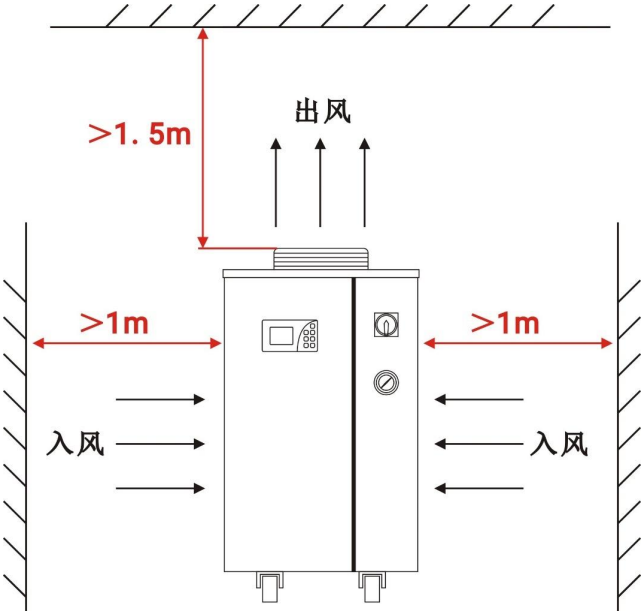

图3设备安装空间要求
- (3) 冷水机上面的出风口距离障碍物要留有 **1.5m** 以上的距离，侧面的入风口离障碍物要求距离在 **1 m** 以上，如图 3 所示。